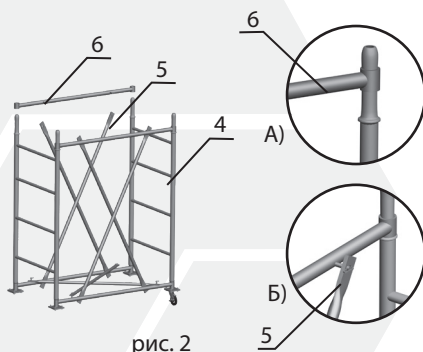

рис. 2
- Установить лестницы (4), соединить их гантелями секции (6) (рис. 2 А). Соединить гантели секции стяжками секции (5) с боковыми флажковыми замками гантели базы (рис. 2 и рис. 2 Б).